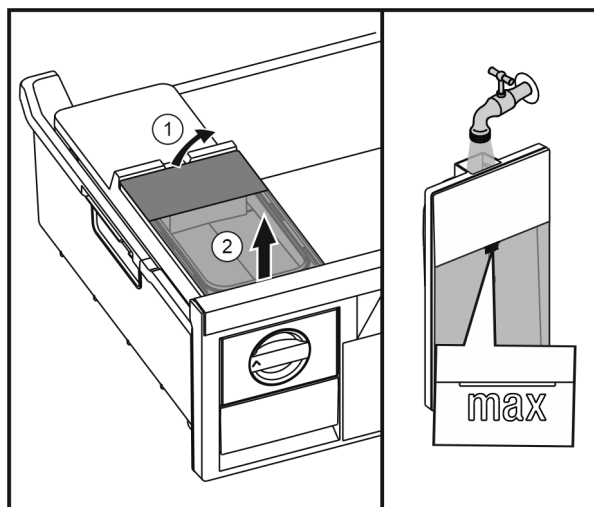

Fig. 39
- ▶ Zvedněte vzadu nádržku na vodu Fig. 39 (1) a poté ji vyjměte směrem nahoru Fig. 39 (2).